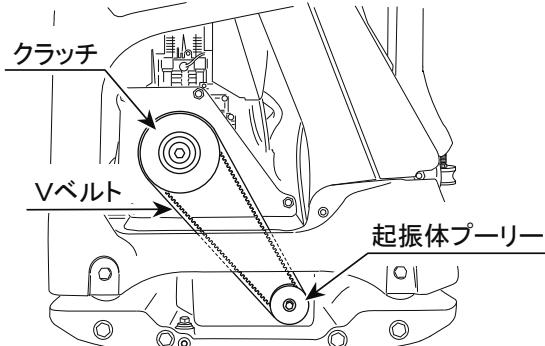

図 27
- 1 Vベルトの点検(図27)
上下のベルトカバーを外した状態で起振体プーリー(下側)の締め付けボルトにメガネレンチ(13mm)を掛け、Vベルト左側中央部に布等を引掛け強く手前に引っ張りながらメガネレンチを時計方向に回し、Vベルトを外します。(図27)